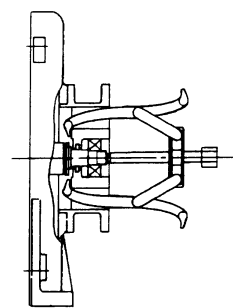

図 3
- (4) ブロワ本体をベースより外す。適当な台に吸込口が上を向くようにブロワを置く(作業中、ブロワを転倒させないように注意してください)。
- (5) ベアリングカバー㉗を外す(間にパッキン㉘があります)。
- (6) ベアリングナット㉙、ベアリングワッシャ㉚を外す。
- (7) 入口側ベアリングボックス㉛を取り付けているネジを外し、プーリ抜きを用いて入口側ベアリング㉜と入口側ベアリングボックス㉛を共に抜く。(図3)
- (8) 入口側ベアリングボックス㉛より入口側ベアリング㉜を抜く。この時、ハンマの柄などで裏面より入口側ベアリング㉜をたたくと抜ける。
- (9) ケース締付ナット㉜を緩めてからケース締付ボルト㉝を外し、ファンケース(C)㉞とフート㉟を外す。
- (10) ファン止めナット㊱、ファン止めワッシャ㊲を外す。
- (11) ファン㉞、ファンケース(B2)㉟、デフレクタ㊳、カラー㊴、ファン㉞、ファンケース(B3)㊵とファンケース(B)㊶、デフレクタ㊳、カラー㊴、ファン㉞の順で最後のファンまで取り外す。